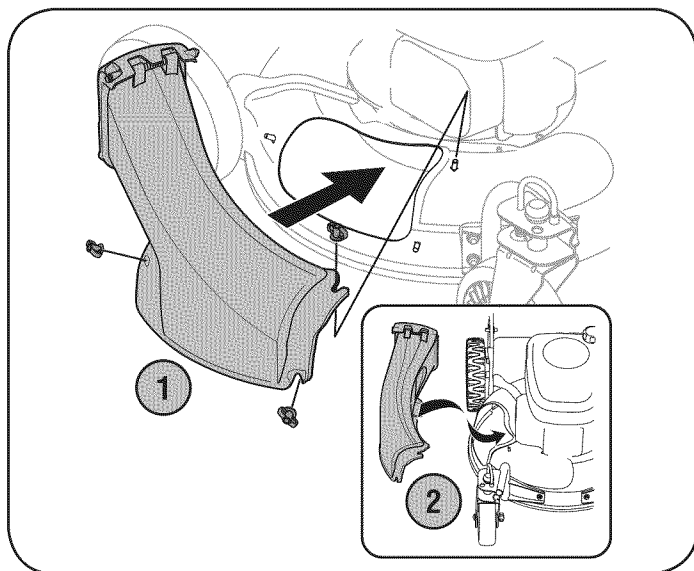

Figura 4
1. Extraiga las tres tuercas de mariposa que sostienen la tolva de abono en su lugar y retírela de la unidad. Vea la Figura 4.